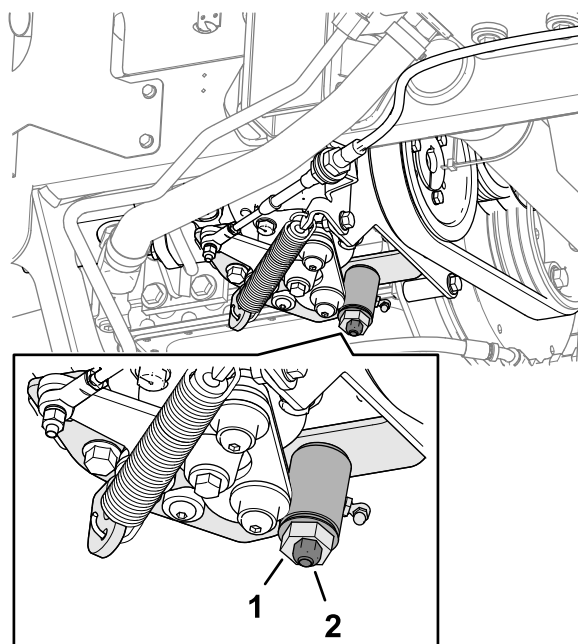

図 70
3. トラクション調整カムのロックナットをゆるめる (図 70)。